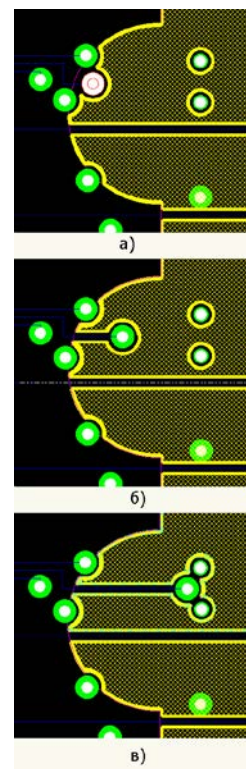

Рис. 13. Автоматическая перезаливка полигона при перемещении переходного отверстия.
5. Наведем указатель мыши на одно из переходных отверстий в левой закругленной части полигона и нажмем левую кнопку мыши (рис. 13а).
Дальнейшее поведение системы при приближении к препятствиям в виде двух переходных отверстий будет зависеть от настройки автотрассировщика. Если препятствия не зафиксированы, а в трассировщике включена опция расталкивания и запрещены ошибки, то перемещаемое отверстие раздвинет их в стороны. Если препятствия будут зафиксированы, то отверстие упрется в них с соблюдением заданного зазора и дальнейшее его перемещение будет невозможным (рис. 13в). Если ошибки будут разрешены, то оно просто пройдет сквозь них.